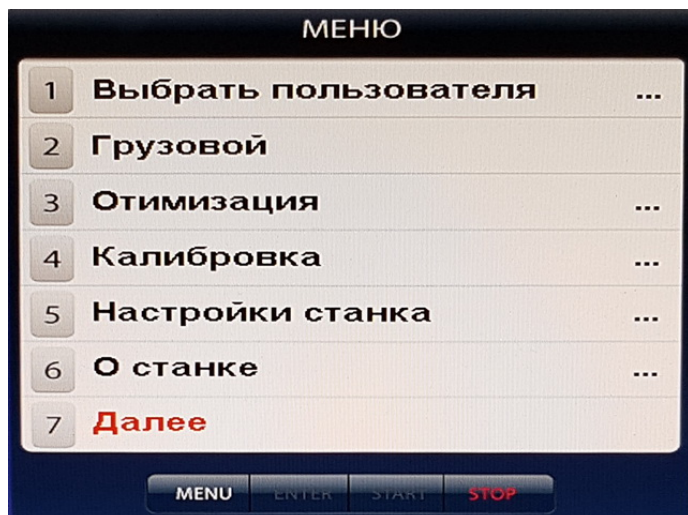
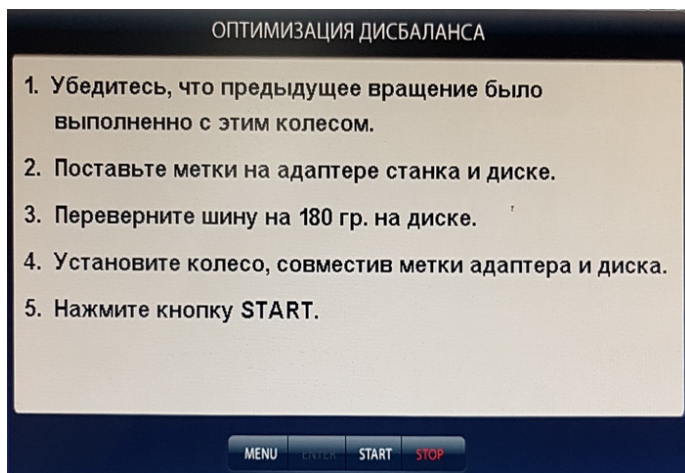
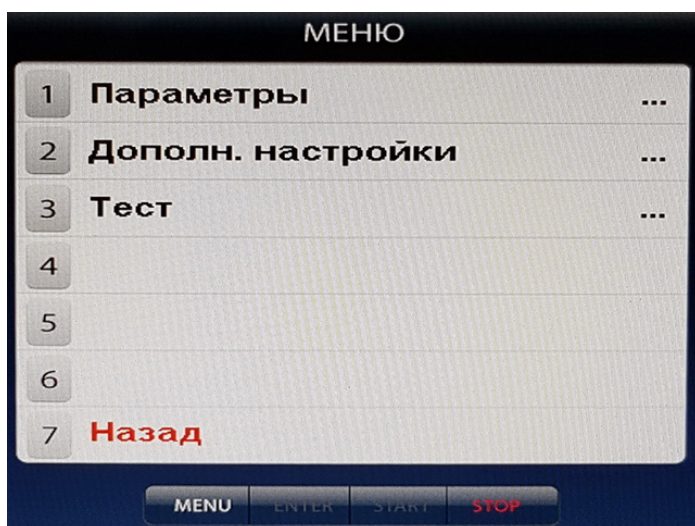

Рис. 12.1.
Рис. 14.1.
Рис. 15.1.
12.2.1. Включите питание СБ. СБ имеет три режима работы: режим 1 балансировки колес легковых автомобилей и легких грузовиков, с весом колёс до 65 кг, режим 2 для балансировки колес весом до 200 кг и режим 3 для балансировки колёс мотоциклов. Переключение режимов осуществляется следующим образом: нажмите кнопку МЕНЮ, в открывшемся окне Меню (рис. 12.1) выберите пункт 2 и выберите нужный
14.2. Для входа в программу Opt нажмите кнопку МЕНЮ после чего на экране монитора появится окно (рис. 12.1). Далее выбрать программу «Оптимизация», нажав кнопку 3, после чего на экране монитора появится окно (рис. 14.1). Далее выполните операции согласно указаниям в окне.
14.3. После выполнения п.5 в окне (рис.14.1) на экране монитора появится окно (рис 14.2), а на
индикаторах 1 отобразится величина статического дисбаланса колеса, а на индикаторах 4 величина дисбаланса колеса, которую можно получить после завершения программы Opt. Поставьте метки на шине и диске согласно указаниям, п. 2 в окне (рис.14.1).
15.1.1. Нажмите кнопку МЕНЮ. На экране появится окно МЕНЮ (рис.12.1), нажмите кнопку 7 "Далее" на экране появится окно второй страницы меню (рис.15.1.)
Программное обеспечение СБ содержит целый ряд параметров, позволяющих максимально приспособить СБ к потребностям потребителя. Для настройки параметров нажмите кнопку "МЕНЮ" на экране монитора появится окно меню (рис.12.1). Нажмите кнопку 5